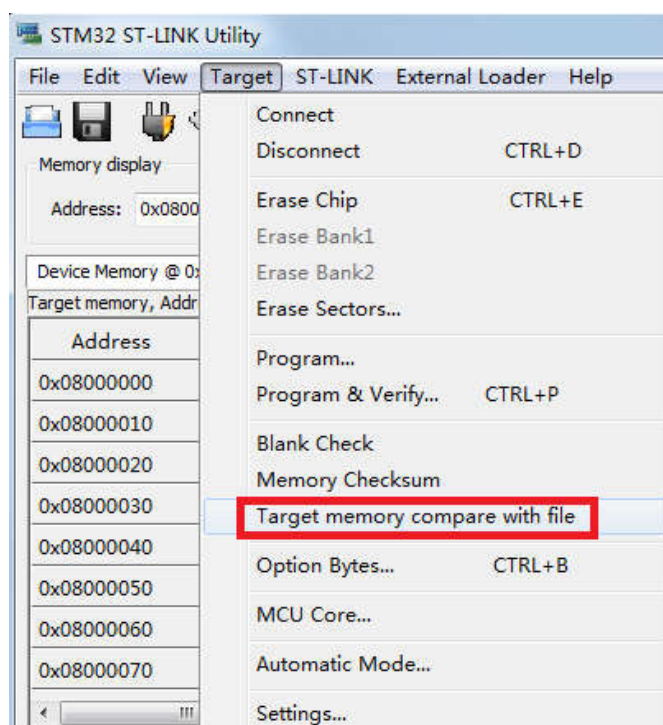

图 4.1-3 选择要比较的文件
- 5) 点击 “Target->Target memory compare with file”, 打开要比较的固件, 如图 4.1-3 所示;